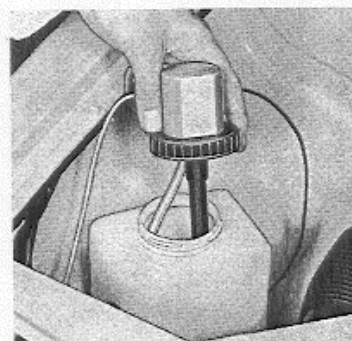

Abb. 60 Scheibenwaschanlage,
4. Kontrollieren, daß der Flüssigkeitsbehälter der Scheibenwaschanlage stets gefüllt ist (Abb. 60).